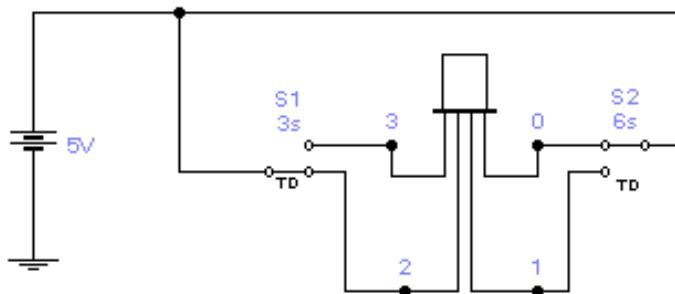

Рис. 6. Переключатель с программируемым временем переключения.
В качестве примера рассмотрим схему на рис. 6. Она содержит источник
24. Используя принципы построения схемы на рис. 6, составьте схему, которая бы обеспечивала последовательный во времени (например, через 5с) вывод на индикатор символов 0...9, А...F. Подскажем, что для этого придется добавить еще два ключа.